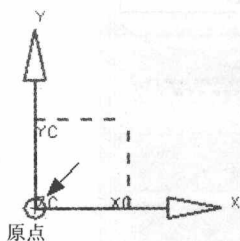
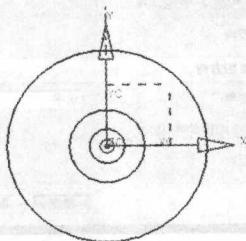

图 1-9 选择点
图 1-11 草图
(1) 单击工具栏中的“直线”按钮 .
(2) 选择如图 1-9 箭头所示的原点。
(1) 单击工具栏中的“圆”按钮 .
(2) 在如图 1-9 所示的原点处单击。
(3) 输入圆的直径 16，并回车。
(4) 使用同样的方法创建另外两个圆，直径分别为 34 和 90，结果如图 1-11 所示。这 3 个圆同心。